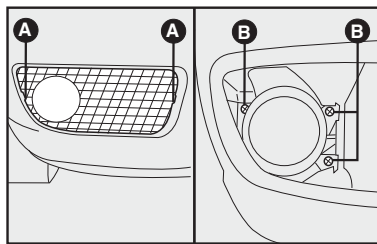

fig. 20
## FARÓIS DE NEBLINA - fig. 20
- 1) retirar a grade com uma chave de fenda nos pontos indicados em **A-fig. 20**;
- 2) retirar os parafusos indicados por **B-fig. 20**;